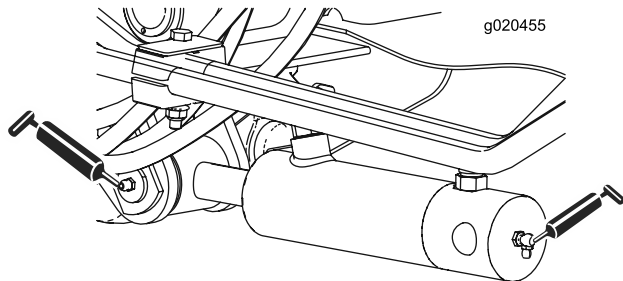

Рисунок 39
- Втулки цилиндров подъемных рычагов (2 шт. с каждой стороны) (Рисунок 39)